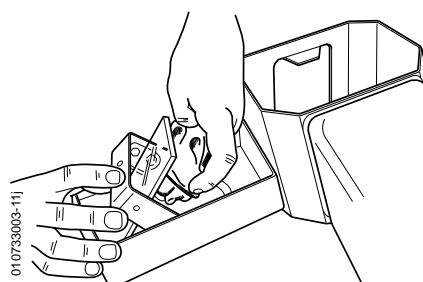

FIG. 9
- 9) Nettoyer les miroirs et les hublots à l'aide d'un chiffon doux légèrement imbibé d'une solution alcoolisée à moins de 20% (FIG. 9).
- 9) *Clean the mirrors and the ports thanks a lintfree cloth and a 20% solution of alcohol (FIG. 9).*
- 9) Die Spiegel und Luken mit einem weichen Tuch, mit leicht alkoholisiertem Mittel imprägniert (höchstens 20 %), reinigen (Abb. 9).